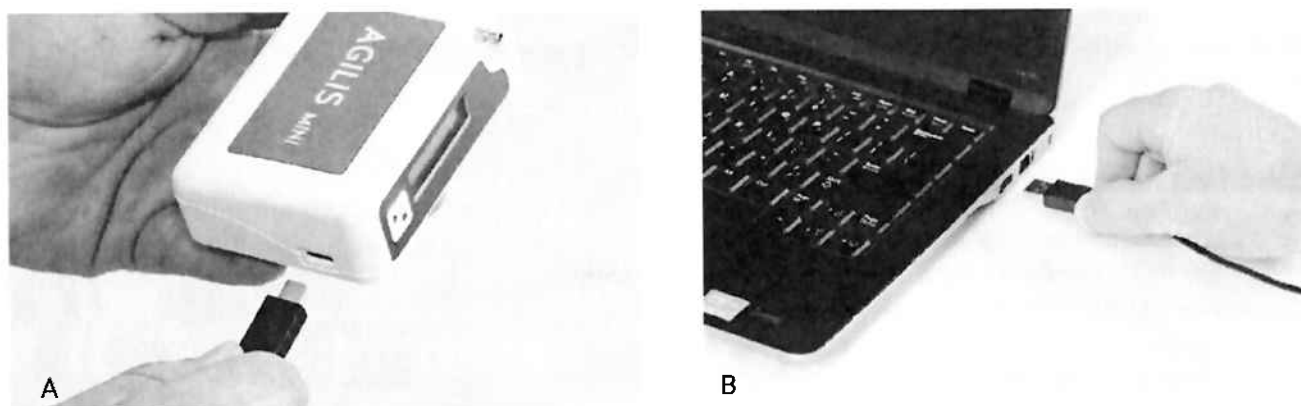

Figura 1: Collegamento del sistema Agilis Mini a un PC
1. Collegare il cavo USB al connettore USB situato nel monitor della PA ambulatoriale (Figura 1; parte a).
2. Collegare l'estremità USB del cavo alla porta USB del PC (Figura 1; parte B).